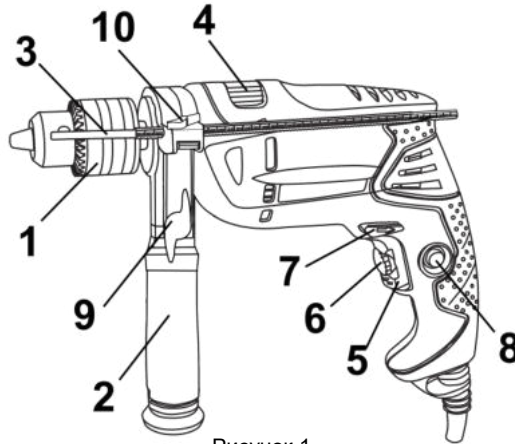

Рисунок 1
Виріб має два режими свердління: ударно-обертальний і обертальний. Перемикання режимів роботи виробу здійснюється переведенням перемикача (4) (див. рис.1) У крайні позиції до відповідного символу режиму роботи:
- ударно-обертальний режим - перемикач (4) повинен бути переведеним до упору у бік символу **T**;
- обертальний режим - перемикач (4) повинен бути переведеним до упору у бік символу **A**.
**4.2** Виберіть необхідний режим роботи виробу за допомогою перемикача (4) (див. рисунок 1). Перемикач режимів роботи виробу здійснюється переведенням перемикача (4) (див. рис. 1) з одного крайнього положення в інше в бік відповідного символу режиму роботи:
- обертальний режим - перемикач (4) повинен бути переведеним до упору у бік символу **2**.